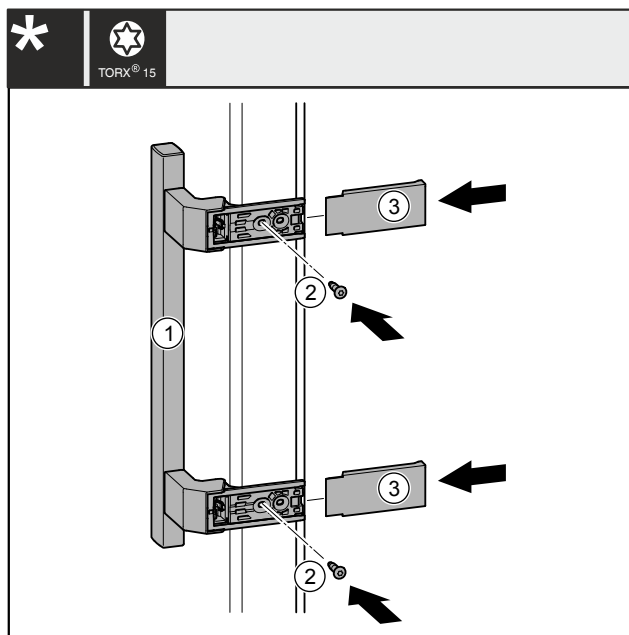

Fig. 36
- Coloque el tirador Fig. 36 (1) en el lado opuesto.
- Apriete los tornillos Fig. 36 (2) con el destornillador.
- Coloque las cubiertas Fig. 36 (3) lateralmente y empújelas de modo que encajen.